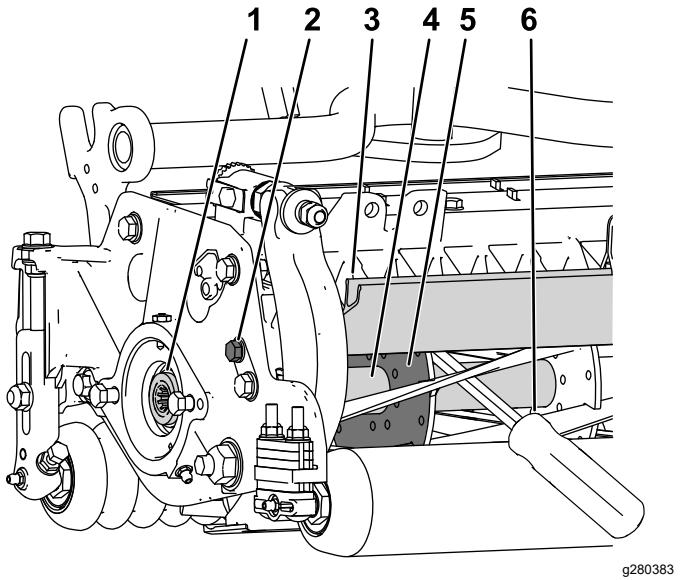

Figura 42
- Desaperte o parafuso do resguardo no lado esquerdo da unidade de corte e eleve o resguardo traseiro (Figura 42).
- Insira um espião de cabo longo (recomendado 3/8 x 12 pol. com pega de chave de parafusos) através da traseira do cilindro de corte, o mais próximo do lado da unidade de corte que irá apertar (Figura 42).
- Coloque o pé de cabra contra o lado soldado da placa de suporte do cilindro (Figura 42).